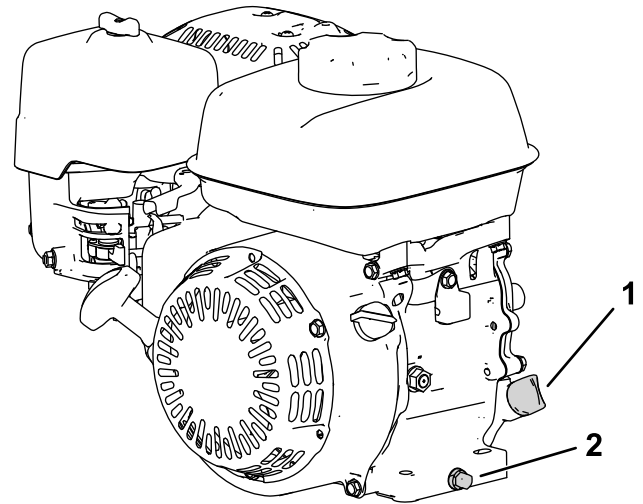

Figura 29
2. Posizionate la macchina in modo che il motore sia in piano e pulite la zona attorno al tubo di riempimento dell'olio (Figura 29).
- Togliete il tappo di spurgo, la rondella e l'asta di livello (Figura 29).